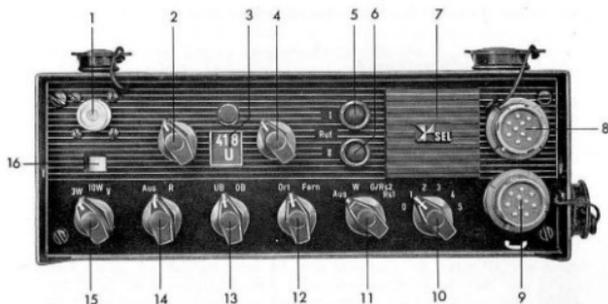

Bild 9. Frontplatte FuG 7b
- 15 Umschalter für Senderleistung auf 3 W oder 10 W und für Verstärkerbetrieb (V) zum Besprechen eines Kommandolautsprechers
3.1. Bedienteile an der Frontplatte des SE-Gerätes (Bild 9)
a) Belegung der 10poligen Handapparatbuchse BU 21 (Bild 9, Pos. 9)
b) Belegung der 10poligen Fernbedienungsbuchse BU 22 (Bild 9, Pos. 8)